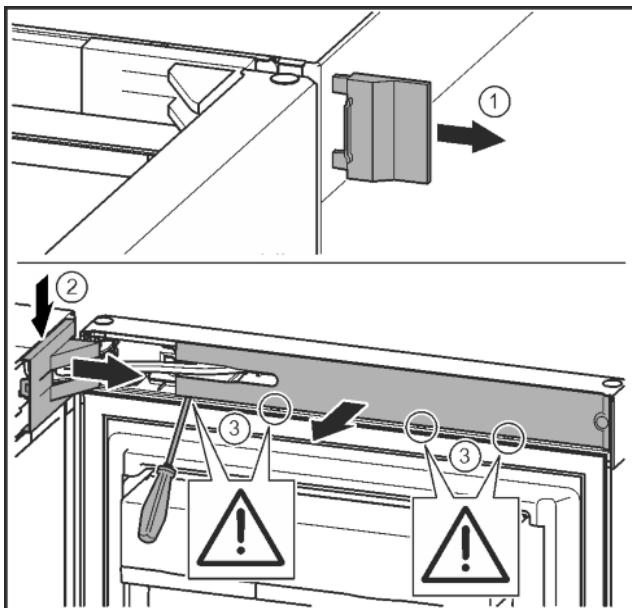

Fig. 7
- Снять внешнюю крышку. Fig. 7 (1)
► При помощи отвертки освободить крышку опорного кронштейна и отсоединить. Снять крышку опорного кронштейна. Fig. 7 (2)
► Шлицевой отверткой вывести накладку из зацепления и отвести в сторону. Fig. 7 (3)